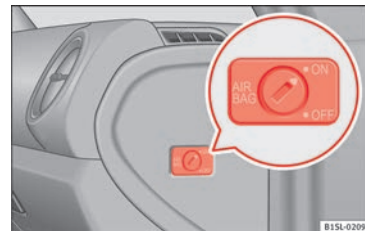

Fig. 20 Sul lato del passeggero: interruttore a chiave per attivare e disattivare l'airbag frontale del passeggero.
- Aiutandosi con la chiave del veicolo, girare l'interruttore della chiave in posizione **OFF** » **fig. 20**.